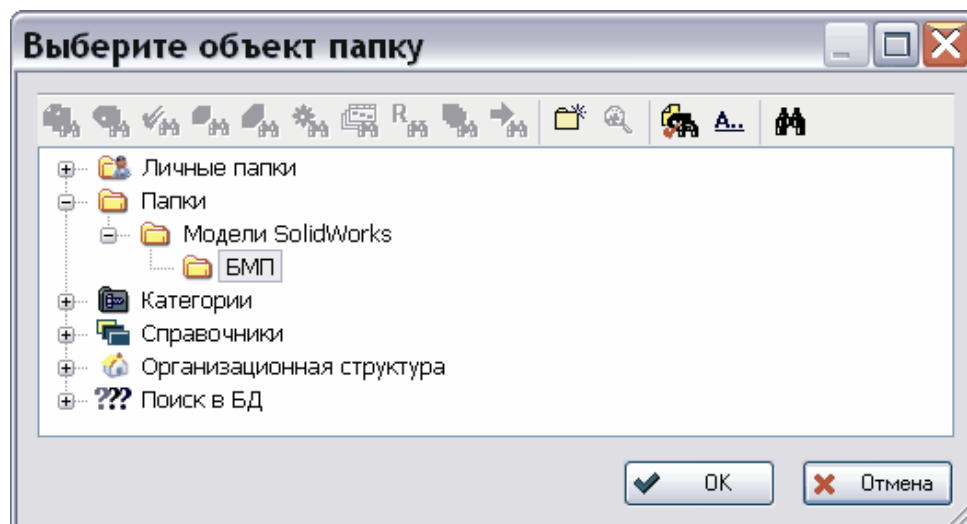

Рис. 40
3. Введите комментарий и нажмите **Ок**. При сохранении модели в БД PSS запрашивается объект, с которым новый документ нужно ассоциировать, например, папка (Рис. 40). Если создаются несколько документов – объект запрашивается только для «верхушек».